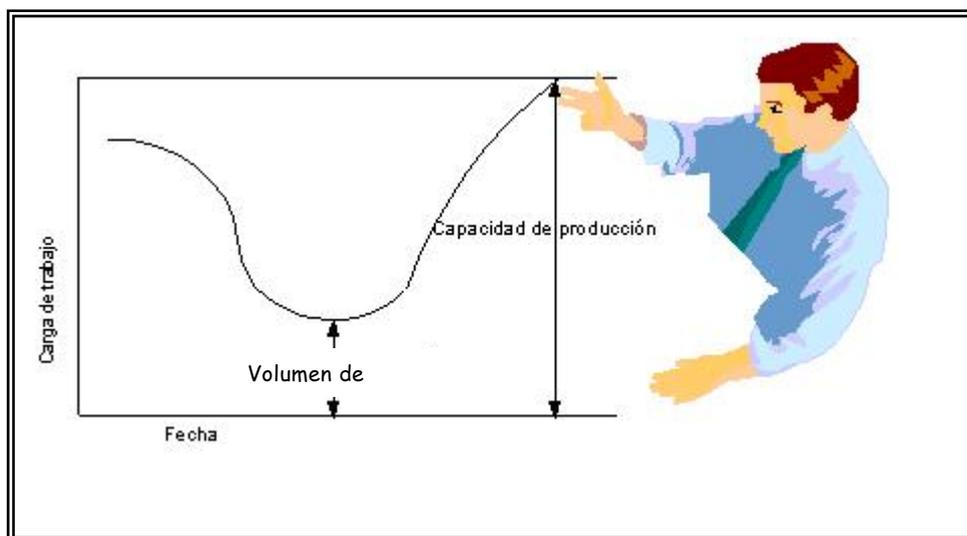

Fig. 3.4 Fluctuaciones de producción nivelada
1. **FLUCTUACIONES DE PRODUCCIÓN NIVELADAS EN LA CARGA O CANTIDAD DE TRABAJO QUE OCURRE EN EL PROCESO DE PRODUCCIÓN (Fig. 3.4.),** el eje x representa el mes y el día. Si la capacidad de producción es ajustada al punto más alto de la carga de trabajo.